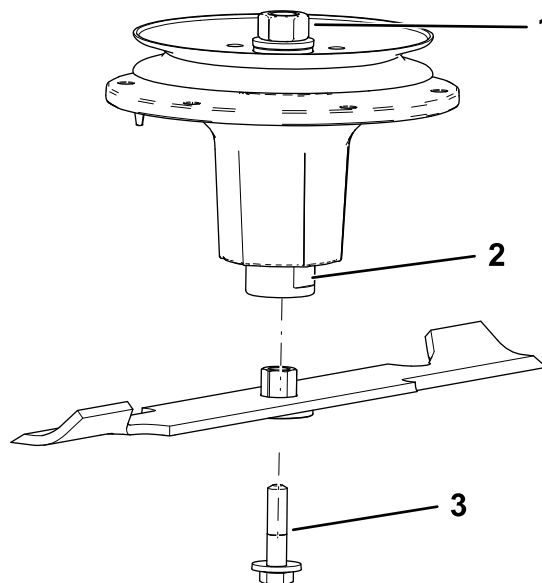

Bild 80
2. Montieren Sie die Buchsen-/Messerbaugruppe auf der Spindelwelle (**Bild 80**).